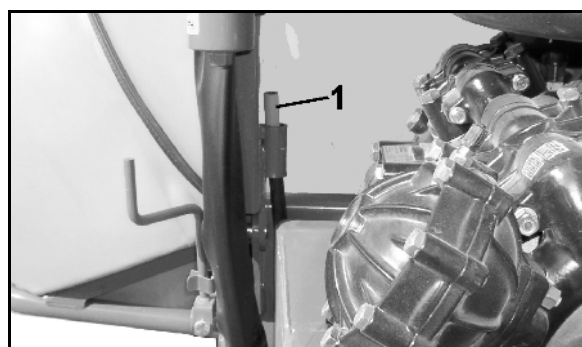

Fig. 51
- Il contrassegno rosso (Fig. 51/1) dell'indicatore di controllo del piede di appoggio è visibile se la macchina poggia sul piede di appoggio idraulico.